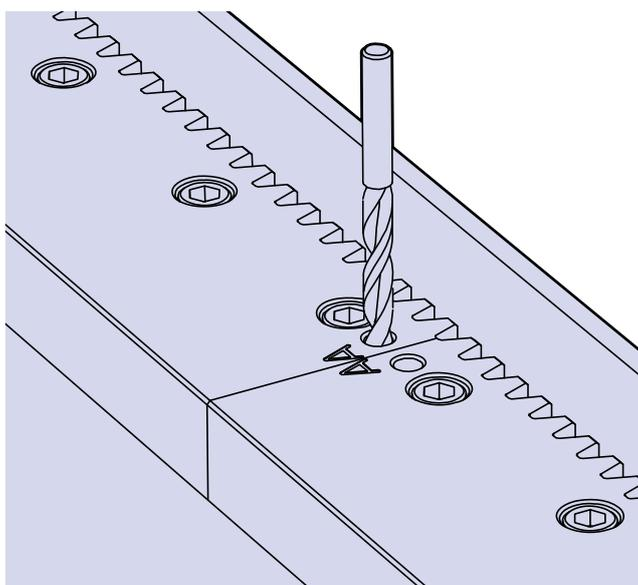

Figure 7
22. La position des rails étant réglée, il est nécessaire de goupiller les rails pour prévenir tout mouvement pendant l'utilisation. Pour ce faire, contrepercer le support à  $\varnothing 9,8\text{mm}$  par les trous situés aux extrémités des éléments des rails, puis aléser les perçages des rails et des supports à  $\varnothing 10\text{mm}$ . Mettez en place les goupilles. La position des trous de goupille est montrée à la figure 7.